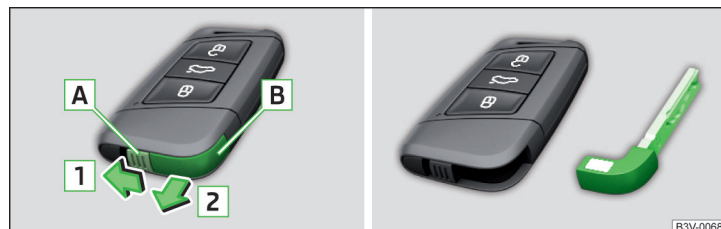

Fig. 349 Sortez la clé d'urgence
- Déverrouillez l'ergot de retenue **A** dans le sens de la flèche **1** et retirez la clé d'urgence dans le sens de la flèche **2** » fig. 349.